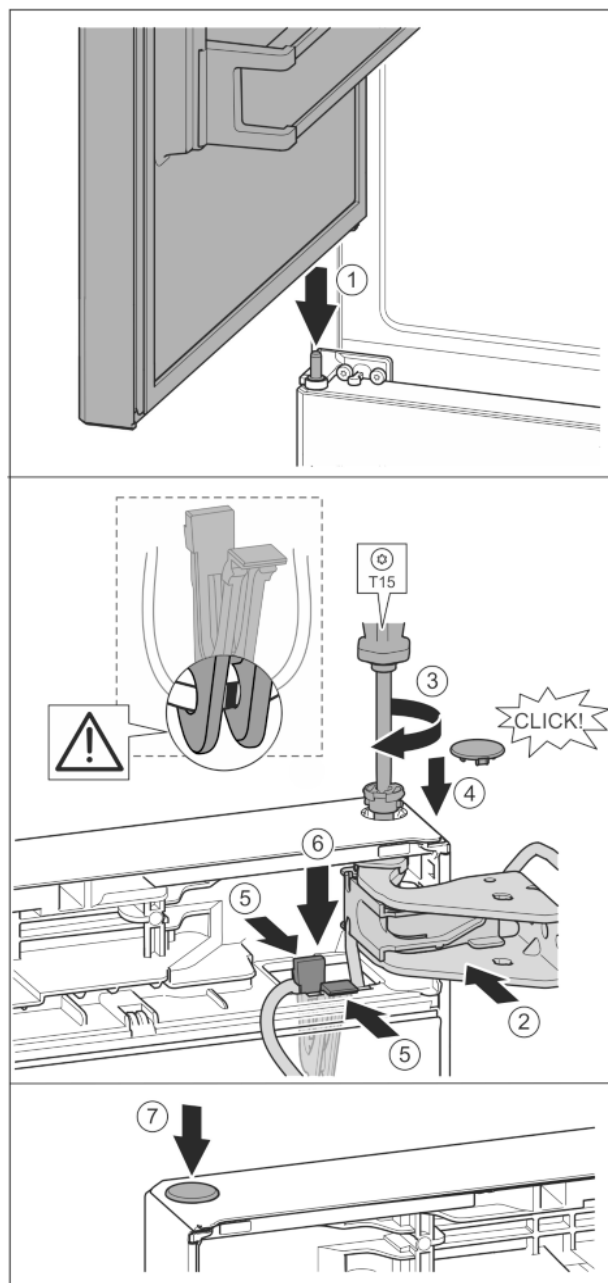

Fig. 41
- ▶ Установка верхней двери на средний опорный палец Fig. 41 (1)
- ▶ Дверь сверху выровнять по отверстию в опорном кронштейне. Fig. 41 (2)
- ▶ Вставить палец и затянуть отверткой T15. Fig. 41 (3)
- ▶ Установить предохранительную крышку для защиты двери: вставить предохранительную крышку и проверить, прилегает ли она к двери. В ином случае вставить палец полностью. Fig. 41 (4)
- ▶ Вставить держатель кабеля с закрепленным на нем кабелем в отверстие. Fig. 41 (5)
- ▶ Прижать держатель вниз так, чтобы соединительная накладка защелкнулась. Fig. 41 (6)
- ▶ Вставить заглушку. Fig. 41 (7)